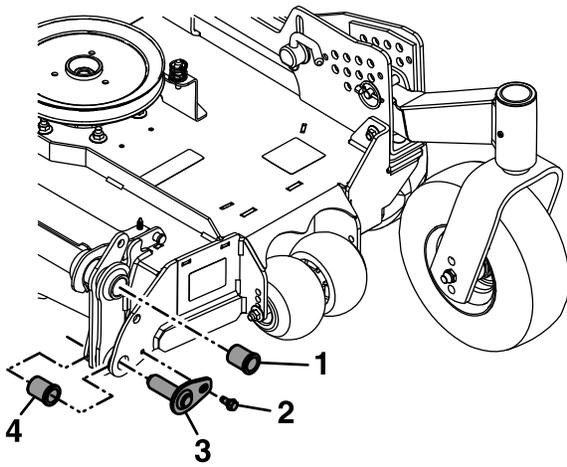

Figure 87
14. Retirez les douilles à embase des points de pivot supérieurs et nettoyez l'alésage (Figure 87).
18. Retirez et conservez les boulons des points de pivot inférieurs (Figure 84 et Figure 87).